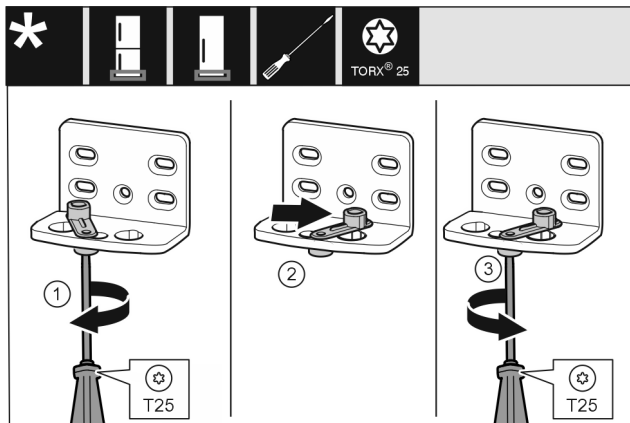

Fig. 13
- Skrutkovačom T25 voľne zaskrutkujte skrutku. Fig. 13 (1)
- Pomôcku na zatváranie dverí zdvihnite a otočte o 90° doprava v otvore. Fig. 13 (2)
- Skrutkovačom T25 pevne zaskrutkujte skrutku. Fig. 13 (3)